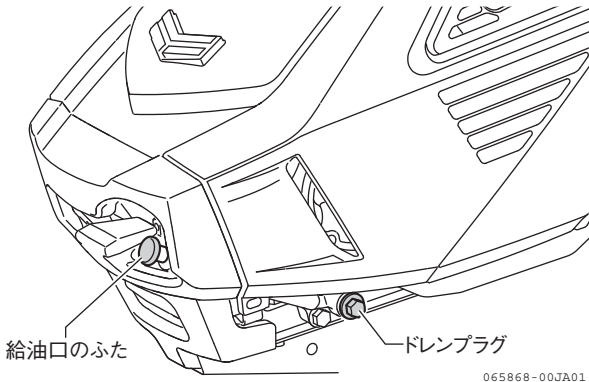

図 4-16 交換のしかた
2. ドレンプラグを工具(12 mm)で外します。古いエンジンオイルが流れ出てきます。(図 4-16)